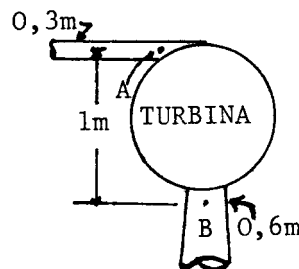

Figura P3.21
3.21 Através da turbina apresentada na figura P3.21 escoa-se água a um caudal de $0,21 \text{ m}^3 \text{ s}^{-1}$, sendo as pressões em A e B respectivamente $1,5 \text{ kg cm}^{-2}$ e $-0,35 \text{ kg cm}^{-2}$. Determine a potência fornecida à turbina pela água.